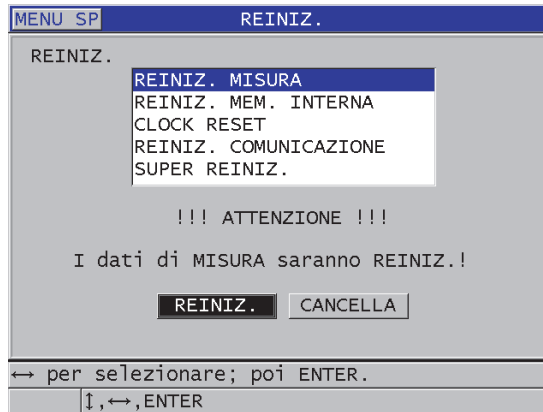

Figura 15-1 Attivazione di una funzione di reinializzazione
3. Nella schermata **REINIZ.** (vedi Figura 15-1 a pagina 305):